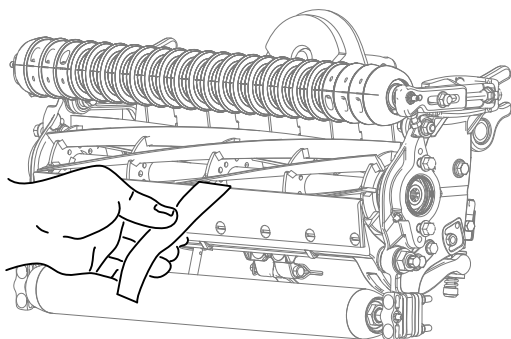

Figure 8
- B. Insérez une longue bande de papier de performance de coupe (réf. Toro 125-5610) entre le cylindre et la contre-lame, perpendiculairement à la contre-lame (Figure 8), puis tournez **lentement** le cylindre en avant ; il devrait couper le papier ; si ce n'est pas le cas, répétez les opérations A et B jusqu'à ce que le papier soit coupé.